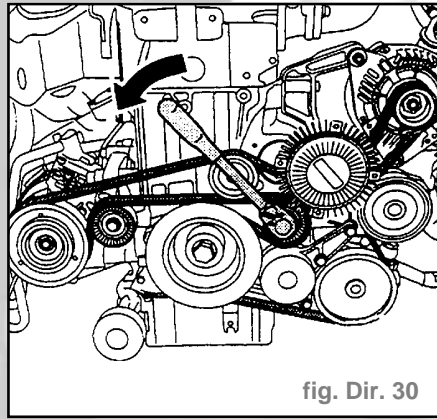

fig. Dir. 30
- Tourner le galet-tendeur à gauche (flèche) jusqu'à ce que la courroie à nervures trapézoïdales soit détendue (fig. Dir. 30).